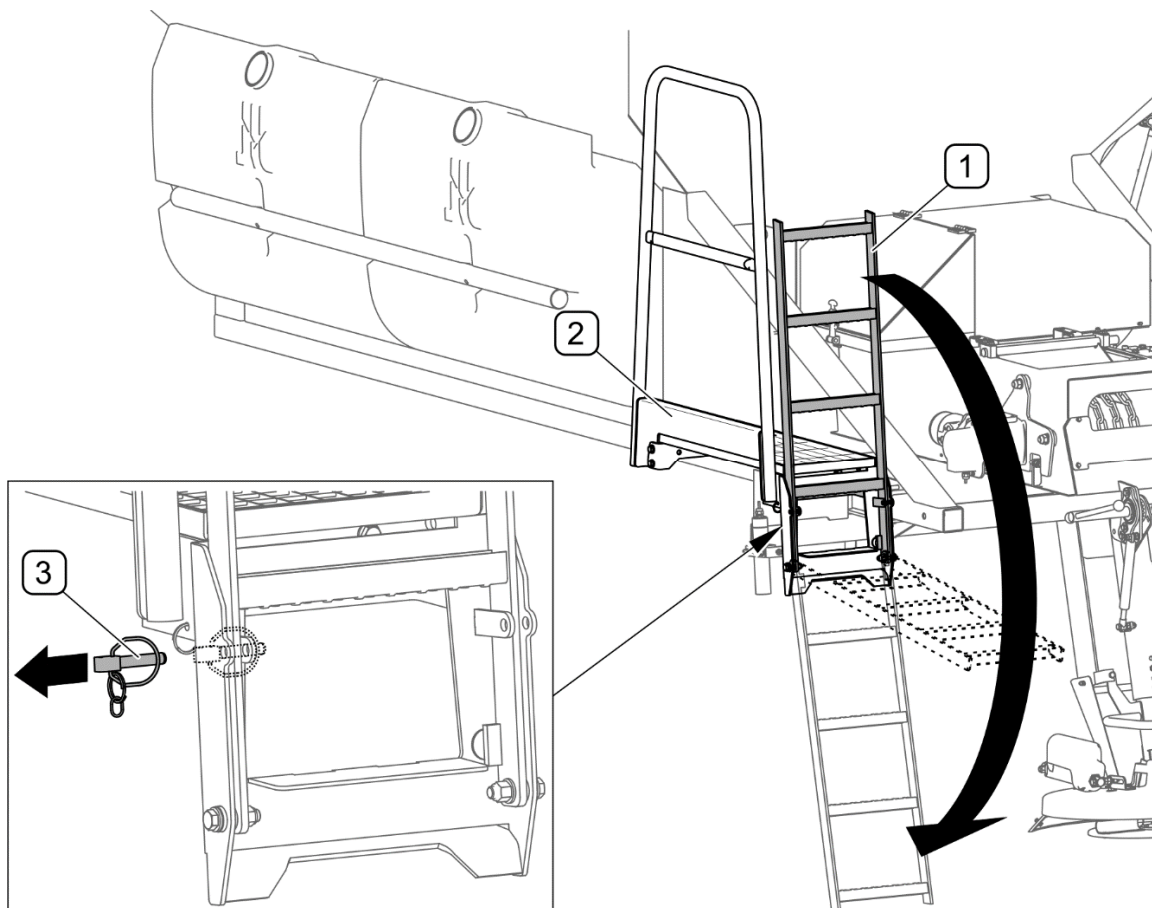

РИСУНОК 4.14 Лестница и площадка
(1) - лестница; (2) - площадка; (3) - страховочный шплинт
Раскрытие и закрытие тента можно облегчить, войдя на площадку (РИСУНОК 4.14) по лестнице (1).
Чтобы опустить лестницу (РИСУНОК 4.14), нужно: